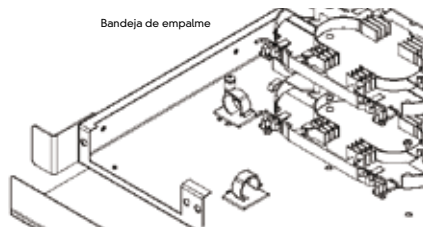

Figura 9. Montaje de las bandejas de empalme
**7.2. Instalar las bandejas de empalme (hasta 02) conforme lo indicado en la figura 9.**